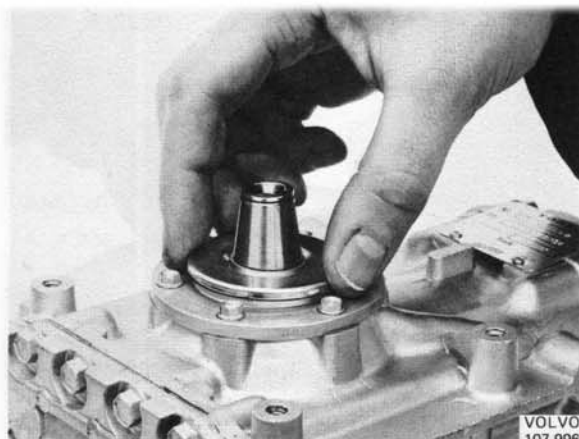

Abb. 53 Einbau der Staubkappe (betrifft nur Kältemittelkompressor A 209)
10. Betr. Kompressortyp A209: Zum Dichtungssatz gehört ein Staubschutzdeckel. Dieser Deckel braucht nur von Hand auf der Kompressor-Kurbelwelle festgedrückt zu werden (Abb. 53). Beim Einbau der Kompressorkupplung wird dieser Deckel dann in die richtige Lage geschoben.